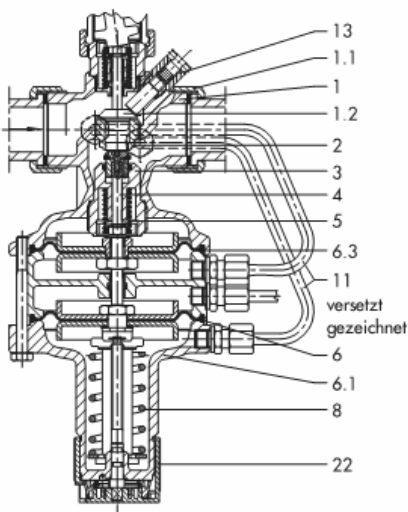

Рис. 3.3 – тип 2491/5825, Ру 25
**Регулятор расхода и перепада давления или давления тип 2491/582...** (рис. 3.3)